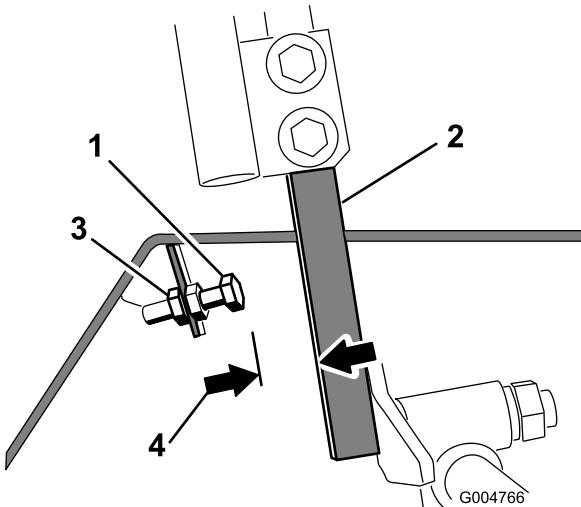

Bild 87
4. Lösen Sie für einen der Fahrantriebshebel die Klemmmutter an der Anschlagschraube (Bild 87).